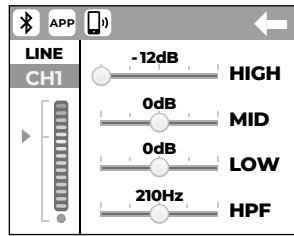

Abb.3
3. Wiederholen Sie den Vorgang, um das Element **B** im oberen Teil des Systems zu befestigen (Abb.3)
## 5.2 | KANALMENÜ-BILDSCHIRM (Abb.3)